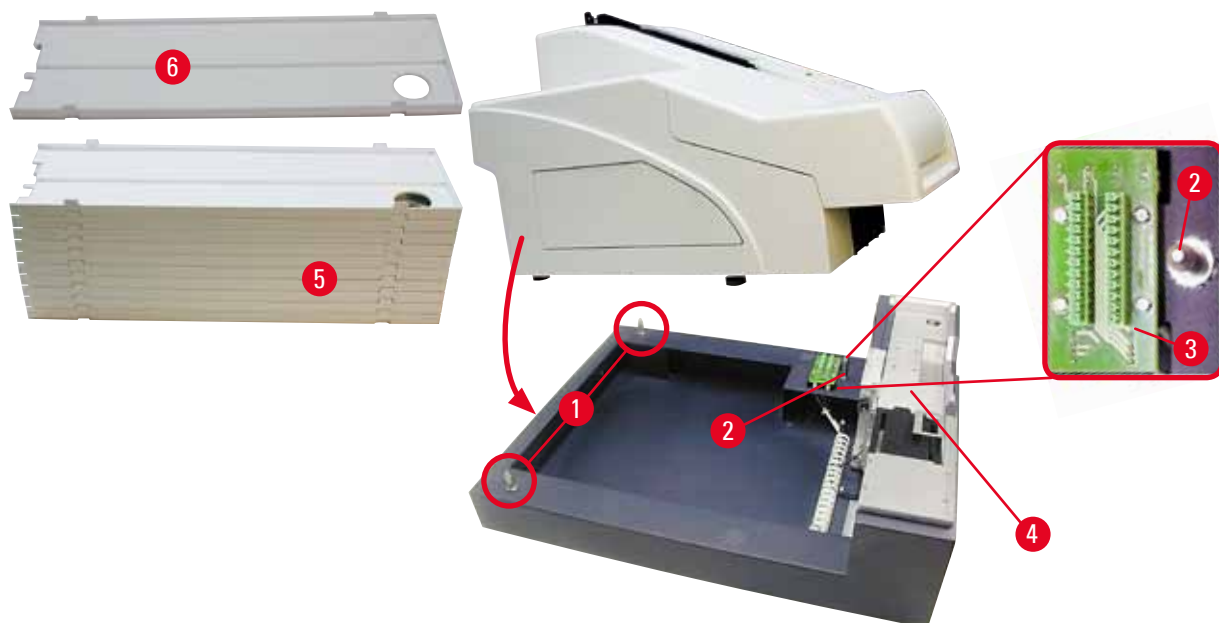

Fig. 12
3. Hold skriveren i begge sidene (høyre og venstre) og plasser den slik at de to bakerste boltene (→ "Fig. 12-1") passer inn i baseplaten først, som vist på (→ "Fig. 12").